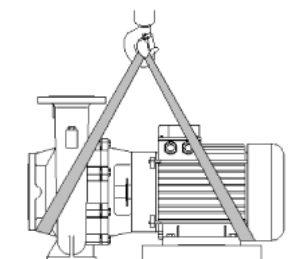

Fig. 2: Preprava čerpadla
- Prepravné oká na motore pritom slúžia len na vedenie pri uchopení bremena (pozri Fig. 2).